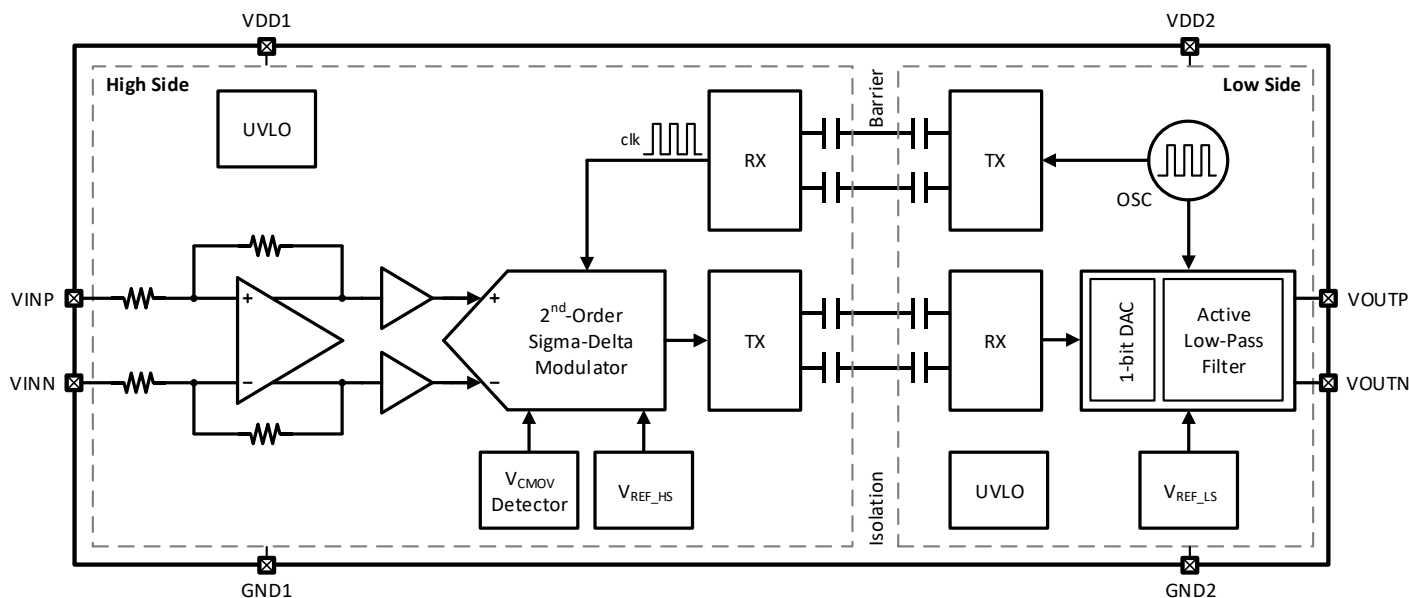

图 9-1 CA-IS1200 功能框图
CA-IS1200 器件是为基于分流电阻的电流检测而优化的高精度隔离式运放。功能框图如图 9-1 所示。在高边，全差分运放先对分流电阻上的压降预放大然后驱动二阶 Sigma-Delta ($\Sigma\Delta$) 调制器。该调制器将模拟信号转换成数字位流。为了在基于二氧化硅的隔离层的信号传输，数字位流通过使用简单的开关键控 (OOK) 调制方案和高频载波进一步调制。接收机 (RX) 在低边将接收到的调制信号恢复成原始的数字位流。经过 1 位数模转换器 (DAC) 处理后，数字位流被送到有源低通滤波器继而产生模拟输出。为了整个芯片的同步，时钟在低边产生并发送回高边，确保所有的时钟同源。